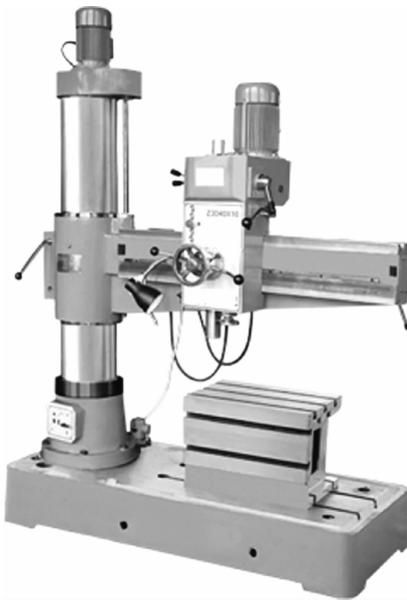

图 0-7 摆臂钻床
③摇臂钻床。摇臂钻床(见图 0-7)的主轴变速箱能在摇臂上做较大范围的移动,摇臂能绕立柱中心做  $360^{\circ}$ 回转运动,并可沿立柱上下移动,故摇臂钻床能在很大范围内工作。摇臂钻床的主轴转速范围和走刀量范围比较宽,因此工作时可获得较高的生产效率和加工精度。